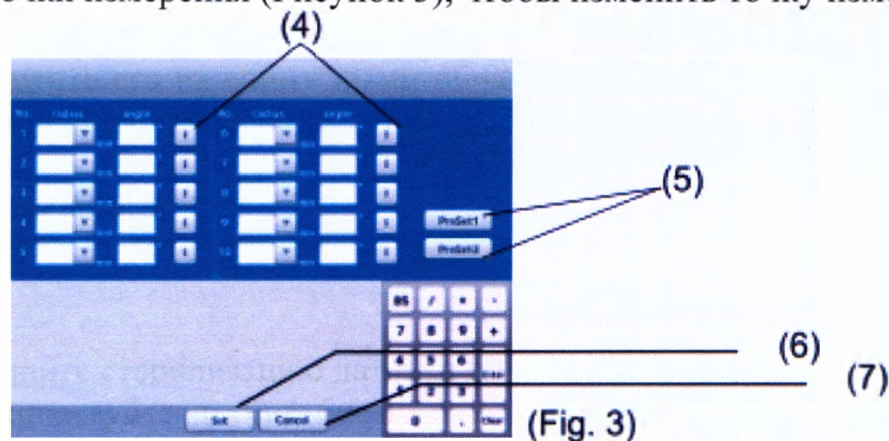

Рисунок 3
2) Нажмите кнопку «Изменить точку измерения» (3), чтобы открыть экран изменения точки измерения (Рисунок 3), чтобы изменить точку измерения.